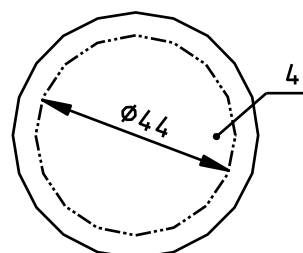

Рисунок 6
- 4.4.3.5 Один фильтр 4 обрежьте по диаметру 44 мм (см. рисунок 6, страница 8). Смоченный минеральным маслом, фильтр, отжать между двумя чистыми фильтрами.